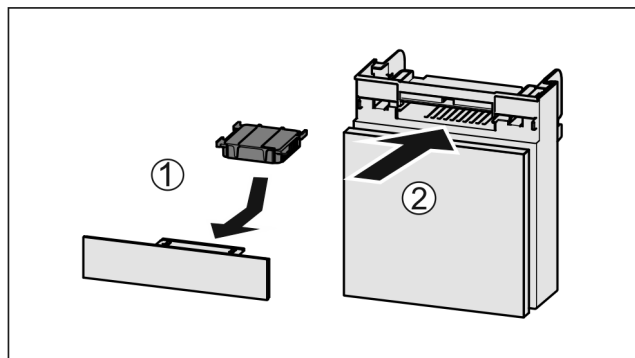

Fig. 110
- Filtr s aktivním uhlím vložte podle vyobrazení Fig. 110 (1).
- Zásuvku zasuněte Fig. 110 (2).